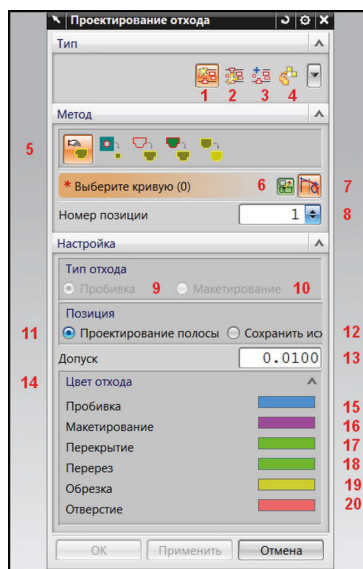

Рис. 5.2. Окно диалога «Проектирование отхода» в режиме «Создать»
Окно диалога **Проектирование отхода** (рис. 5.2–5.5) содержит три раздела (**Тип**, **Метод**, **Настройка**) для решения задачи **Создать отход** и два раздела при выполнении задач **Изменить** (**Тип**, **Изменить**), **Добавить** (**Тип**, **Добавить**), **Группировка** (**Тип**, **Назначить цвет на одинаковые отходы**).
Раздел **Тип** во всех вариантах вида окна диалога **Проектирование отхода** имеет одинаковую структуру. Рассмотрим его опции для выполнения задачи **Создать** (рис. 5.2). Раздел **Тип** содержит четыре ярлыка:
5. Раздел **Метод** (рис. 5.2) содержит пять функций – способов создания отходов (табл. 5.1).